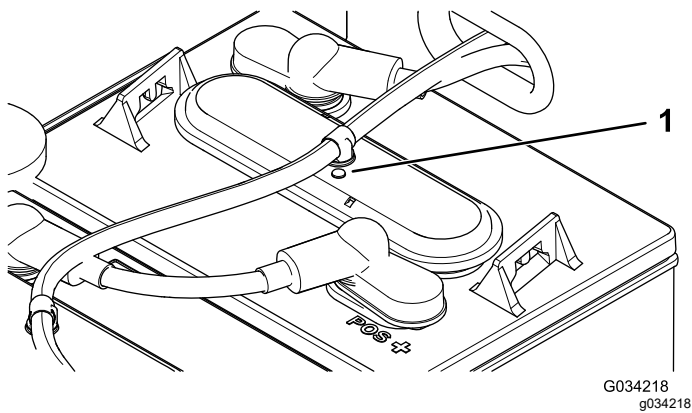

Figure 39
3. Sur chaque batterie, vérifiez si l'œil magique est noir ou blanc (Figure 39).